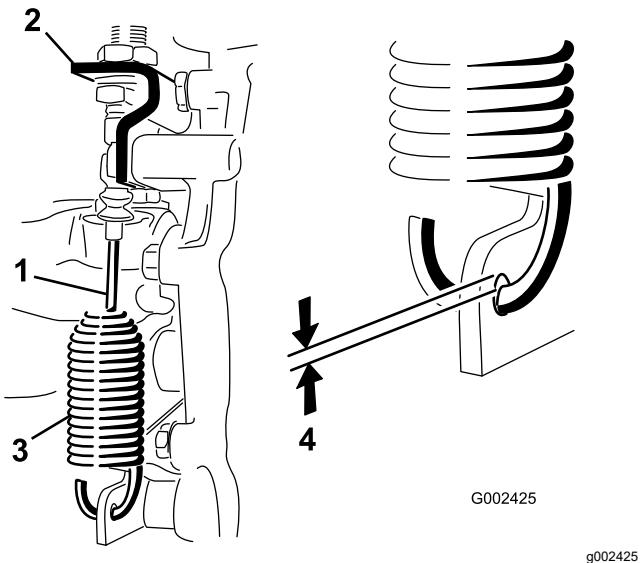

図 54
2. デファレンシャルロックケーブルをトランスアクスルのブラケットに固定しているジャムナットをゆるめる図 54。